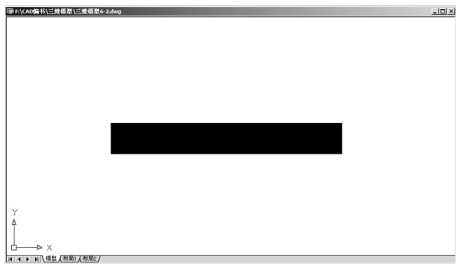

图 6.3 带有宽度的多段线
(1) 在绘图区域用【多段线】命令绘制一条宽度为 240mm，长度为 1800mm 的多段线，如图 6.3 所示。